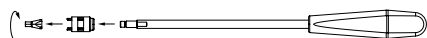

Fig. 1
- Smontare lo strumento inseritore per viti di bloccaggio con la chiave a bocca SW6, vedere Fig. 1.